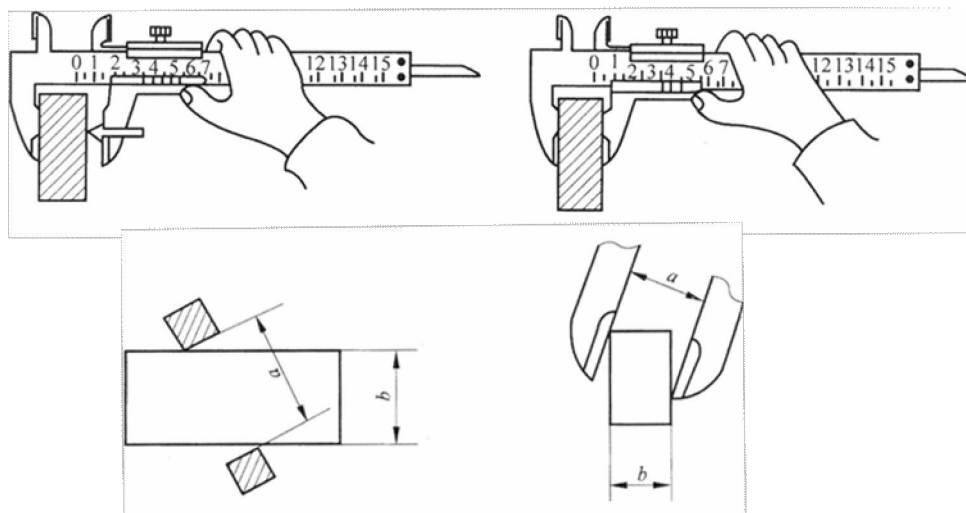

图 1-11 游标卡尺的正确使用
(1) 测量或检验零件尺寸时, 应按零件尺寸的公差等级选用相应的量具。游标卡尺是一种中等精确度的量具, 只适用于尺寸公差等级为 IT10~IT16 的测量检验。不允许用游标卡尺测量铸、锻件毛坯尺寸, 否则容易加快内、外量爪的磨损, 损坏量具, 影响测量精度。另外, 由于量具在制造过程中存在一定的示值误差, 也不能用游标卡尺测量精度较高的工件。
(2) 测量前, 应检查游标卡尺零位的准确性。擦净量爪的两测量面, 并将两测量面接触贴合, 如无透光现象 (或有极微的均匀透光) 且尺身与游标的零线正好对齐, 说明游标卡尺零位准确。否则, 说明游标卡尺的两测量面已有磨损, 测量的示值不准确, 必须对读数加以相应的修正。
(3) 测量外径尺寸时, 应将两量爪张开到略大于被测尺寸, 将固定量爪的测量面贴靠着工件, 然后轻轻移动游标, 使活动量爪的测量面也紧靠工件, 然后把紧固螺钉拧紧, 即可读出读数。测量时, 测量面的连线应垂直于被测表面, 不可歪斜位置。如图 1-11 所示。